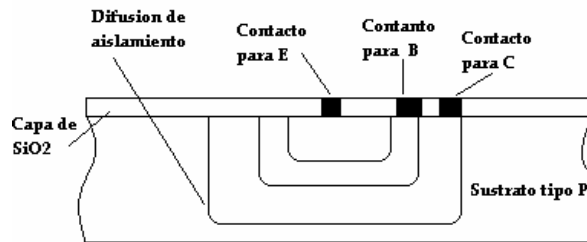

Figura 3. Sección transversal de un transistor npn fabricado en un CI.
La rápida expansión de requerimientos de circuitos más pequeños, livianos y complejos provocó la necesidad de colocar no uno sino cientos de transistores en una sola pastilla de silicio, cuando se coloca más de un elemento en un circuito integrado, el dispositivo resultante se conoce como *Circuito Integrado (CI)* figura 3.